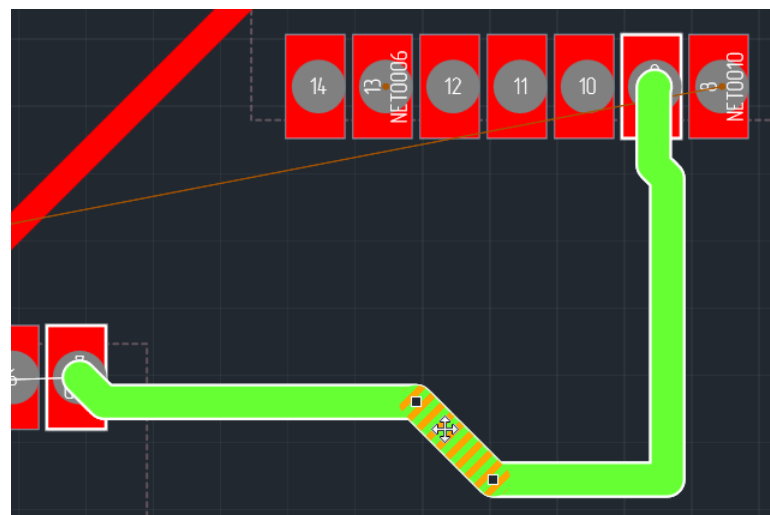

Рис. 195 Выбор сегмента трека
2. Нажать левую кнопку мыши, при этом будет выбран тот сегмент трека, на который наведен курсор, см. Рис. 195.